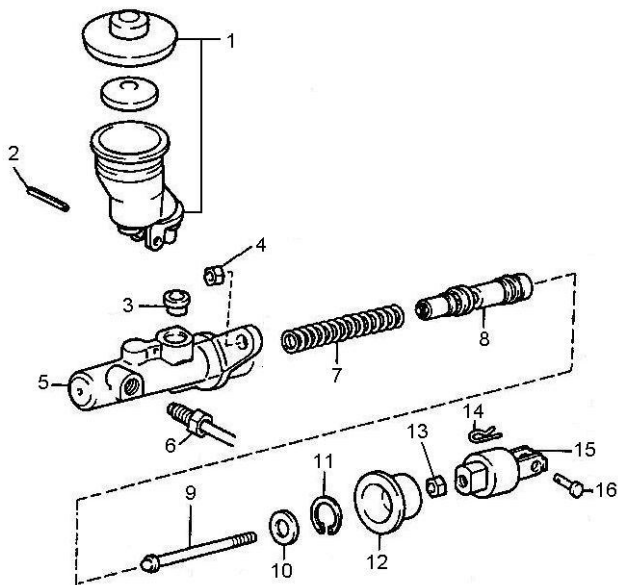

Рис. 3-14. Главный цилиндр сцепления
В первую очередь слейте рабочую жидкость. Для этого один конец шланга наденьте на штуцера прокачки 1 (см. рис. 3-13.) рабочего цилиндра, а другой опустите в чистый сосуд; отверните штуцера прокачки на 1/2-3/4 оборота и нажимайте на педаль до тех пор, пока жидкость не будет удалена из гидросистемы, затем отсоедините трубку 6 (рис. 3-14.), соединяющую главный и рабочий цилиндры.
Для снятия главного цилиндра отверните две гайки 4, отсоедините трубопровод 6, выньте шплинт 14 из пальца 16 и выньте его из вилки 15 и педали сцепления (рис. 3-14.).
**Главный цилиндр.** Снимите пыльник 12 (рис. 3-14.) и стопорное кольцо 11. Это позволит вынуть из корпуса цилиндра 5 шайбу 10, поршень 8, пружину 7.